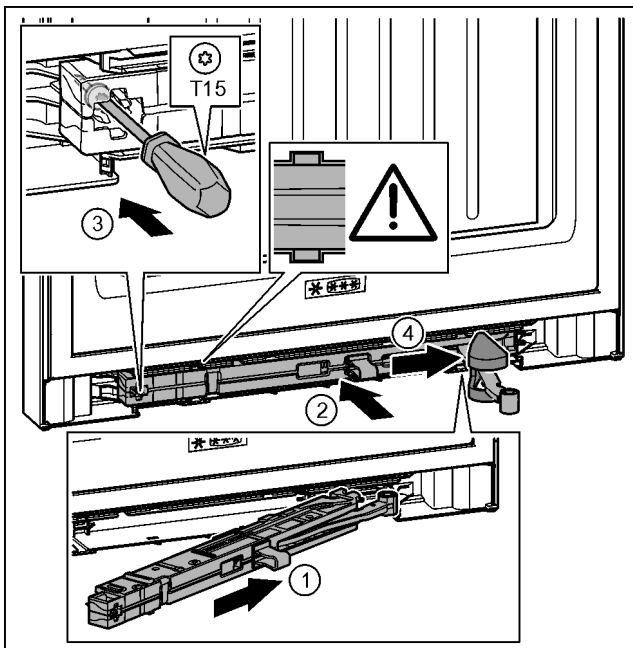

Fig. 39
- ▶ Ωθήστε τη μονάδα αποσβεστήρα κλεισίματος στην πλευρά του στηρίγματος μέχρι να τερματίσει λοξά στην εγκοπή. Fig. 39 (1)
- ▶ Ωθήστε τη μονάδα αποσβεστήρα κλεισίματος πλήρως στην εγκοπή. Fig. 39 (2)
- ▶ Σφίξτε τη βίδα με κατσαβίδι T15. Fig. 39 (3)
- ▶ Ωθήστε το κάλυμμα πάνω από την άρθρωση. Fig. 39 (4)